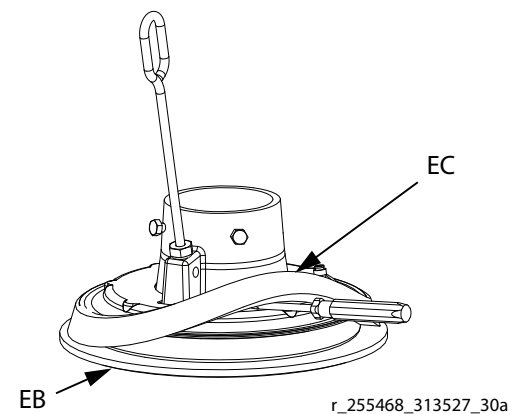

Рис. 16
2. *Работая снизу*, с помощью отвертки приподнимите прокладку (EC), чтобы она отошла от поверхности. Полностью поднимите прокладку над фланцем прижимной плиты. См. Рис. 16.